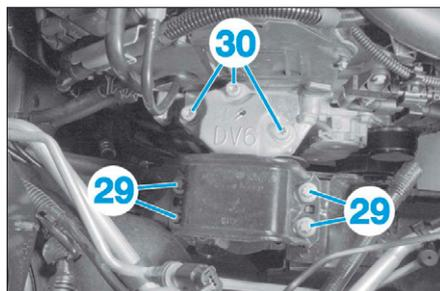

FIG. 106
- les vis (29) (Fig.106),
- les vis (30),